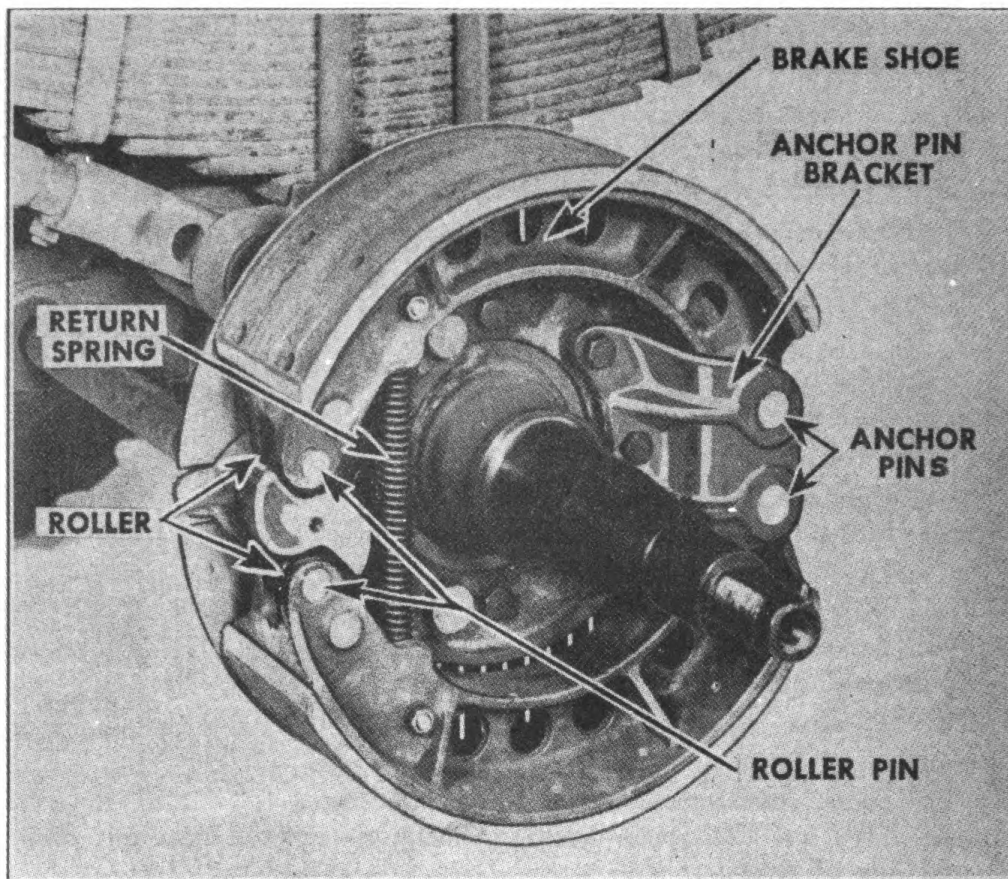

FIGURE 14. REMOVING BRAKE SHOE—FRONT
4. BRAKE SHOES, FRONT.—*a. Removal* (Fig. 14).—(1) Remove